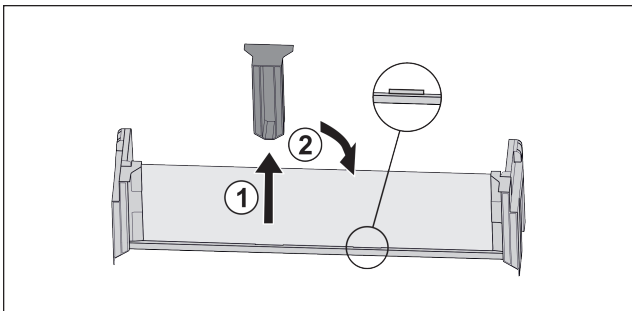

Fig. 23
- ▶ Снимите среднюю поддерживающую деталь Fig. 23 (1).
- ▶ Вставьте среднюю поддерживающую деталь во вторую позицию Fig. 23 (2).